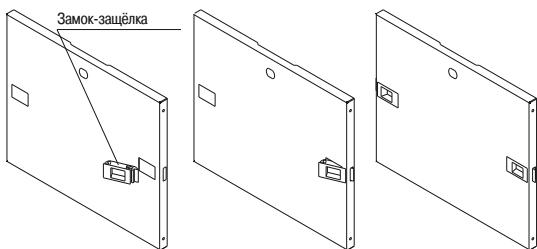

Рисунок 10
- 4.2.1 Вставьте в прямоугольные отверстия боковых панелей замки-защёлки (рисунок 10).